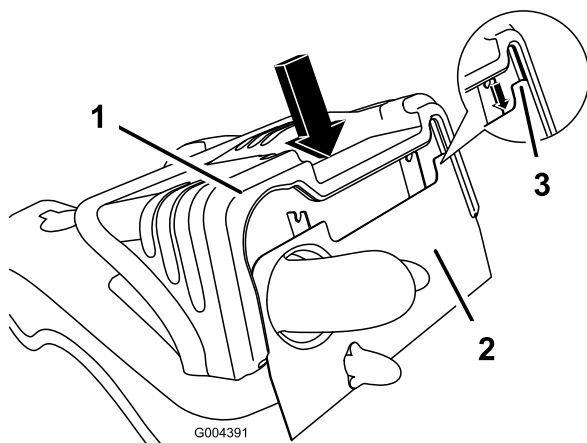

Figure 27
1. Pour installer le capot, alignez sa fente sur le châssis et abaissez-le sur le châssis avec précaution (Figure 27). Vérifiez que le châssis est engagé correctement dans la rainure du capot avant d'appuyer sur ce dernier. Appuyez doucement pour engager la goupille de retenue.